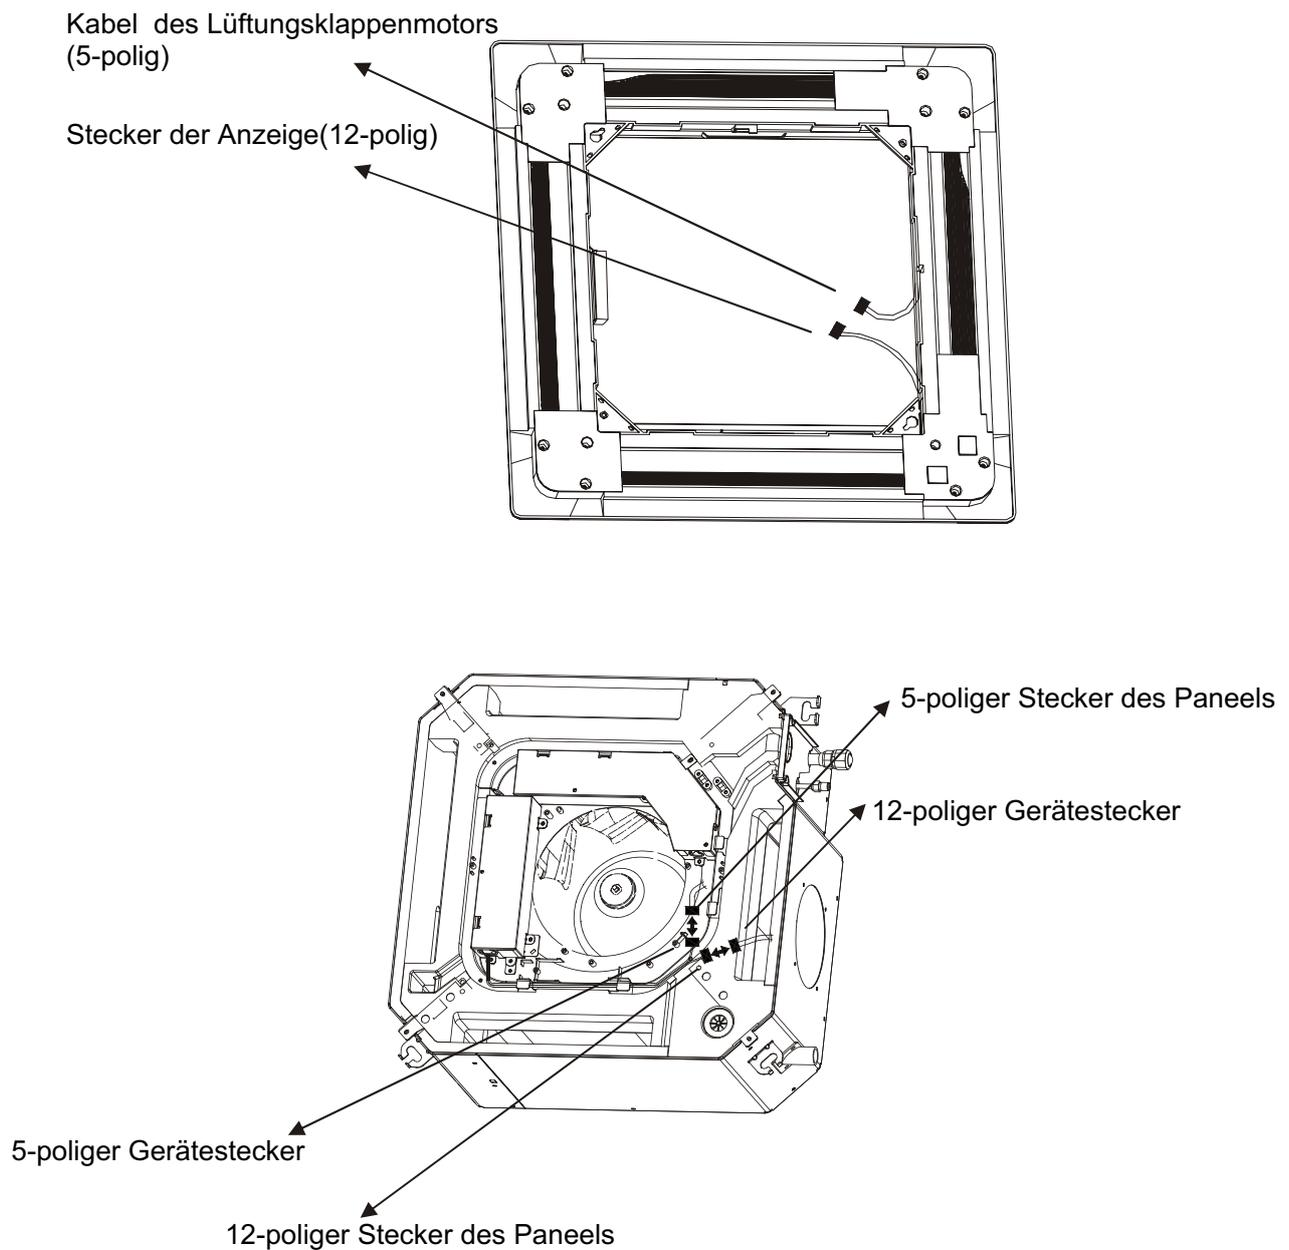

Abb.25
1. Schließen Sie den 12-poligen Kabelstecker des Deckenpaneels an die entsprechende Buchse, die aus dem Schaltkasten geleitet ist. Abb. 25.
2. Schließen Sie den 5-poligen Kabelstecker des Deckenpaneels an die entsprechende Buchse, die aus dem Schaltkasten geleitet ist. Abb. 25.